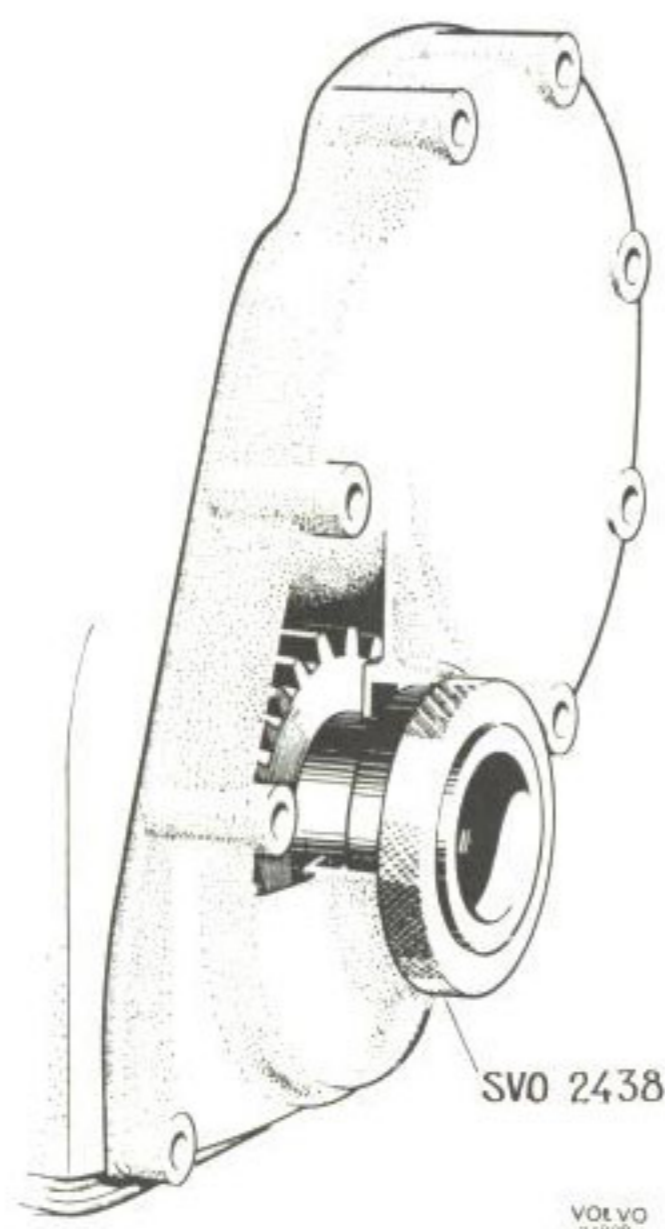

Bild 43. Centreringskåpa
6. Centreringskåpan med centreringhylsa SVO 2438, se bild 43. Vrid hylsan under fastdragning och justera kåpan så att hylsan ej låses fast. Kontrollera efter slutlig fastdragning av kåpan att hylsan lätt kan vridas runt utan fastlåsning.